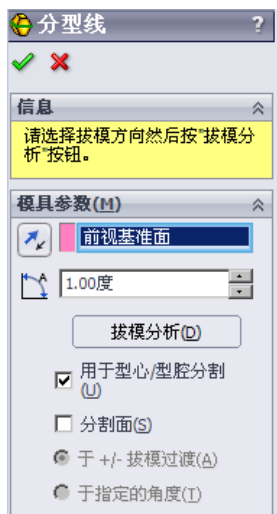

图 10.2.6 “分型线”对话框（一）
Step1. 在“模具工具”工具栏中单击按钮，系统弹出“分型线”对话框，如图 10.2.6 所示。